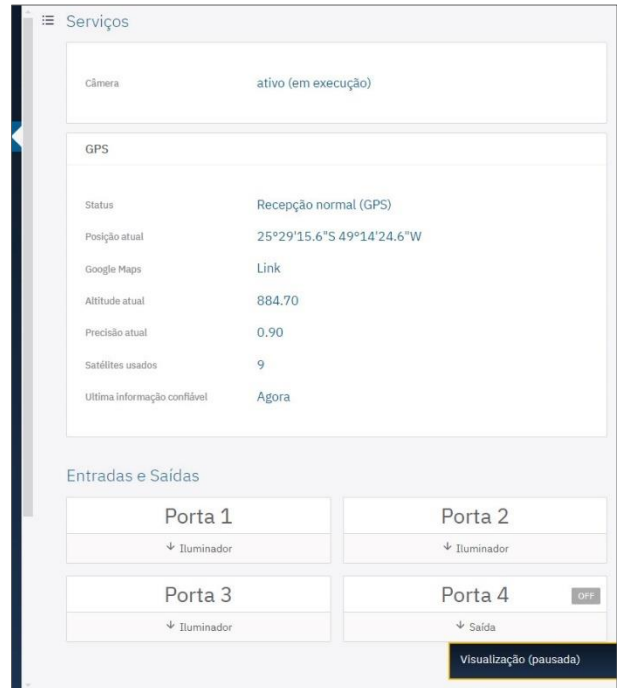

Figura 8 - Dados disponíveis sobre o Estado Atual dos Serviços de Câmera e GPS e das conexões nas portas*
* Quando o dispositivo consegue estabelecer comunicação com uma rede GPS, as principais informações da Geolocalização são apresentadas como na Figura 8 acima.